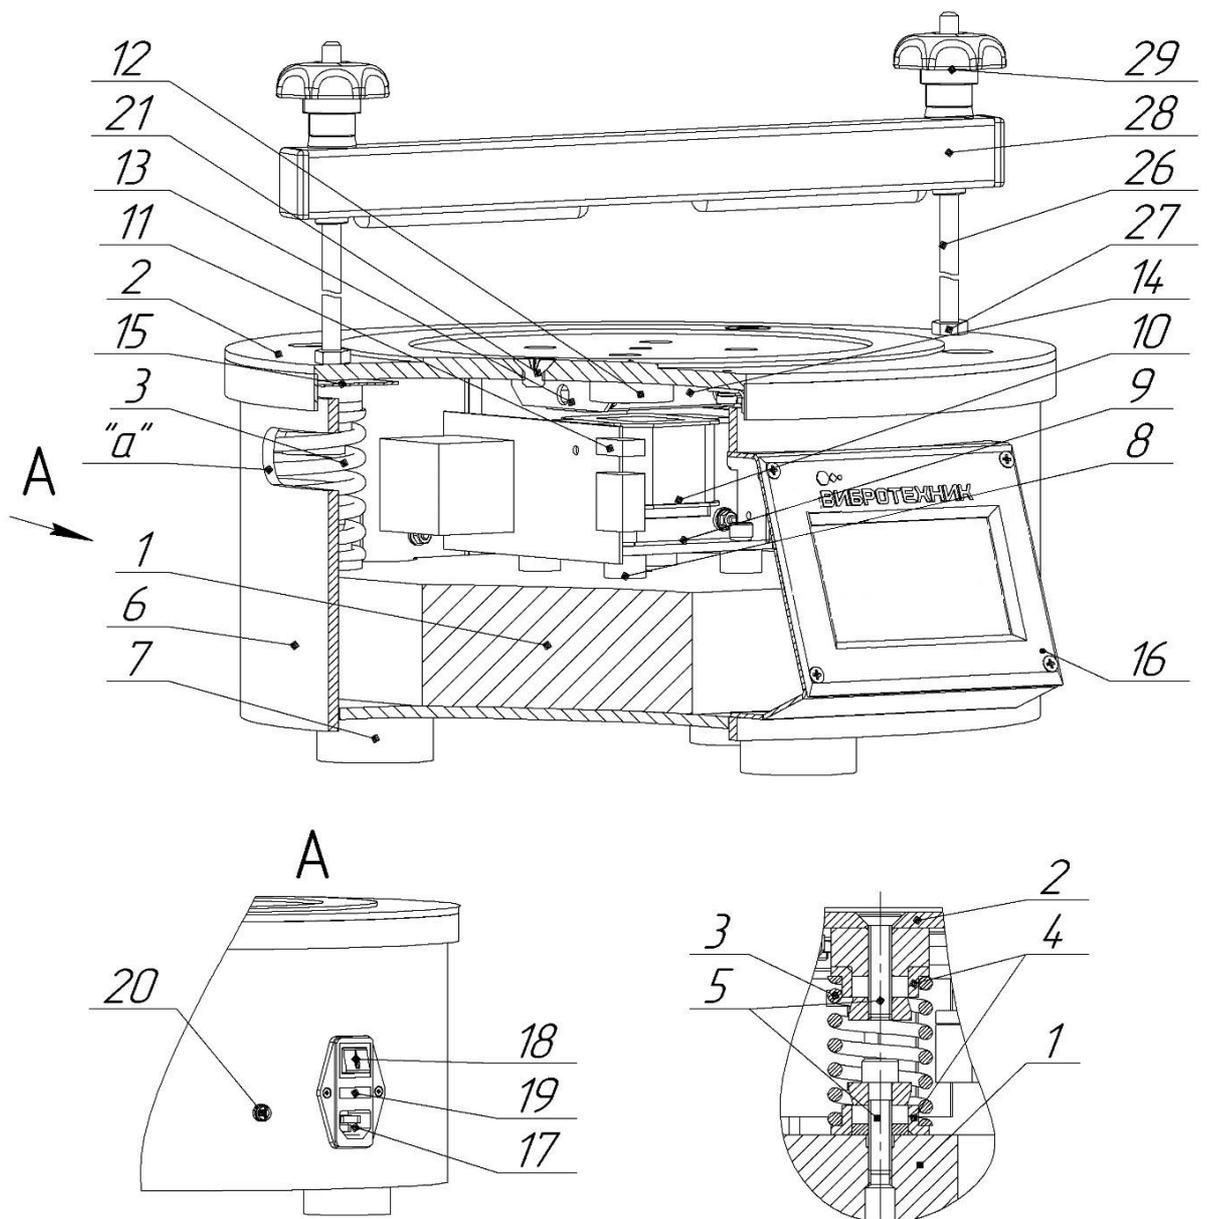

Рис. 1 Вибропривод ВПС. Общий вид
При запуске ВПС переменный ток протекает по обмотке электромагнита 10 (Рис. 1); возникающее при этом переменное электромагнитное поле воздействует на закрепленный на платформе 2 якорь 14. Платформа с закрепленной на ней технологическим оборудованием совершает возвратно-поступательные вертикальные движения, растягивая пружины 3. В связи с переходом Вибропривода через резонансный режим работы, амплитуда колебаний платформы многократно возрастает, что может привести к её соударению с обечайкой. Данные еденичные соударения платформы с обечайкой не являются признаками неисправности.
е) Смонтировать устройство крепления сит (Рис. 1), для чего:
- а) Отвернуть маховички 29 (Рис. 1) от траверсы и снять их, слегка наклонив - скошенная резьба позволяет свободно перемещать маховички по шпилькам 26;
- д) Отвернуть маховички 29 (Рис. 1) от траверсы 28 и снять их, приподнять траверсу и снять технологическое оборудование или колонну сит.
- д) Демонтировать заглушки 21 (Рис. 1).